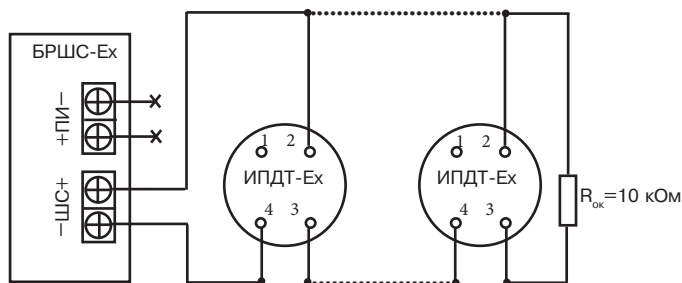

Рисунок 55 – Рекомендуемая схема подключения ИПДТ-Ех к БРШС-Ех (в один шлейф БРШС-Ех рекомендуется включать не более 10 ИПДТ-Ех)
2.5.16.2.3 Произведите монтаж подводящих проводов к клеммам контактов основания согласно схеме подключения (рисунок 55). Максимальная площадь поперечного сечения проводов – 0,75 мм2.